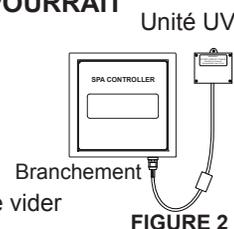

FIGURE 2
- Mettre le disjoncteur du spa hors tension. Nous vous recommandons de vider le spa. Débrancher le système CLEARRAY du panneau de contrôle (Figure 2).